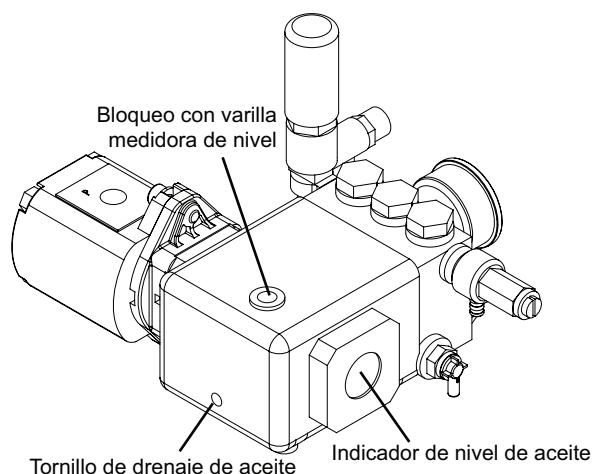

Figura 16
- Retire del bloqueo la varilla medidora de nivel (Figura 16).
- Retire el tornillo de drenaje de aceite (Figura 16).
- Vierta el aceite fresco a través del bloqueo (Figura 16).
- Llene con aceite nuevo hasta la línea media del indicador de nivel de aceite (Figura 16).